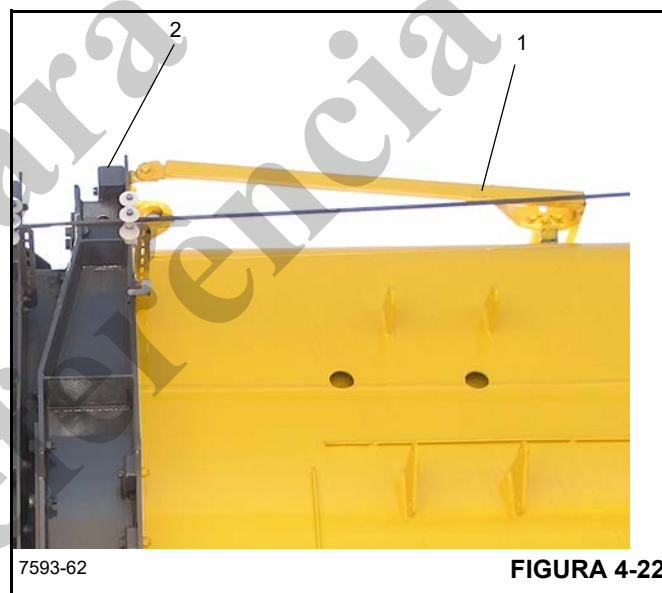

FIGURA 4-22
1. Remova o conjunto de chavetas e garras de cabos (1) (Figura 4-22) da parte dianteira superior da seção da base.
2. Remova a tira de proteção do cabo (2) e os dois conjuntos de fixação da parte dianteira superior do mais alto dos dois flanges na parte dianteira da seção da base.